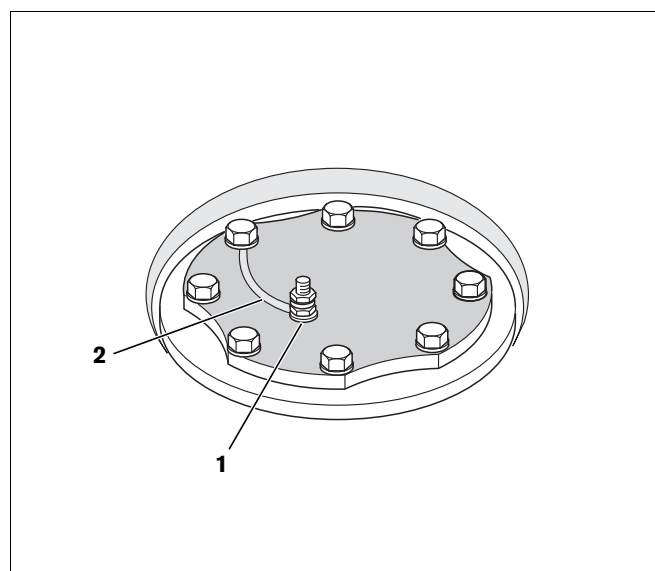

Fig. 7 Raccordement anode au magnésium
- Vérifier si le câble de mise à la terre (fig. 7, **pos. 2**) de l'anode au magnésium (fig. 7, **pos. 1**) est raccordé.